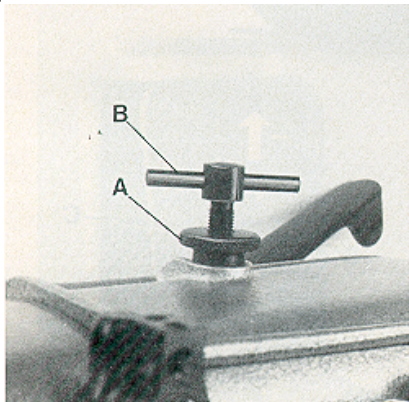

Fig. 24
Rotate handwheel until the lower feed dog is below the throat plate. Loosen knurled nut (A, Fig. 24) and turn out T-screw (B) until it does not exert any pressure on the leaf springs. In this position, the pressure exerted on the presser foot should be so strong that the presser foot bottom and the front end of the presser foot tongue rest squarely on the throat plate.
Drehen Sie das Handrad bis der untere Transporteur unter der Stichplatte steht. Lösen Sie die Rändelmutter (A, Fig. 24) und drehen Sie die Knebelschraube (B) soweit heraus, daß sie nicht mehr auf die Blattfedern drückt. In dieser Stellung soll der Druck auf den Drückerfuß so stark sein, daß die Drückerfußsohle und das vordere Ende der Drückerfußzunge flach auf der Stichplatte aufliegen.
Now turn in T-screw (B, Fig. 24) until the necessary presser foot pressure for proper feeding is exerted (determine by sewing tests). Secure this setting with the knurled nut (A), which simultaneously fastens the upper arm cover. Remount the face cover and the finger guard.
Nun drehen Sie die Knebelschraube (B, Fig. 24) soweit ein, daß der zum einwandfreien Transport notwendige Drückfußdruck erzeugt wird (durch Nähversuche ermitteln). Sichern Sie diese Einstellung mit der Rändelmutter (A), mit der gleichzeitig der obere Armdeckel befestigt wird. Montieren Sie den Stirndeckel und den Fingerschutz wieder.